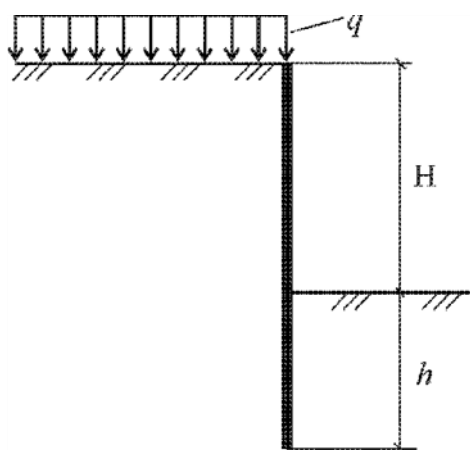

Рис.5
1. Определить активное $p_{аф}$ и пассивное $p_{пф}$ давления грунта на стенку ограждения котлована в несвязном грунте. Построить эпюры давлений (рис. 5).
2. Определить активное p_a и пассивное p_p давления грунта на стенку ограждения котлована в связном грунте. Построить эпюры давлений (см.рис.5).